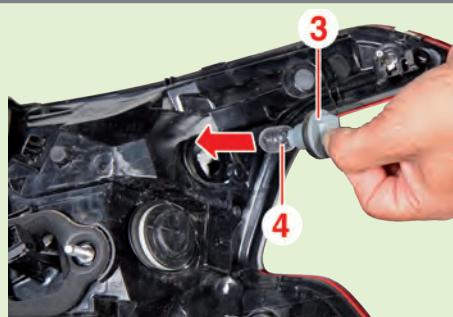

Fig.4
- Tirer sur l'ampoule (4) dans l'axe pour la déposer (Fig.4).